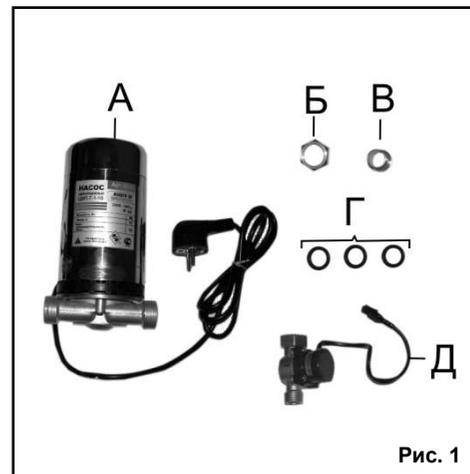

Рис. 1
7.1.6. Соединение с трубопроводом системы производится с помощью соединителей 7 (Рис.2). Закрепите соединители 7 на корпусе насоса 1 с помощью гаек 8 (Рис.2) через прокладки Г (Рис.1). Обязательно необходимо обеспечить герметичность соединений.